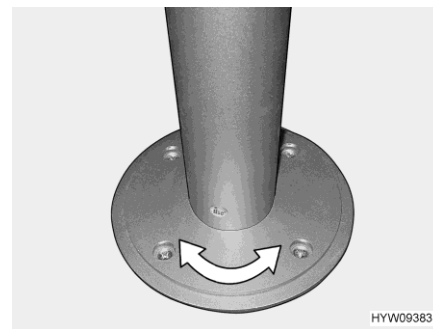

Fig. 56 Piede del tavolo a colonna (girevole)
- Ruotare il piano del tavolo nella posizione desiderata. A tale scopo occorre esercitare abbastanza forza, poiché il piano del tavolo ruota incontrando resistenza di attrito sul piede del tavolo a colonna (Fig. 56).